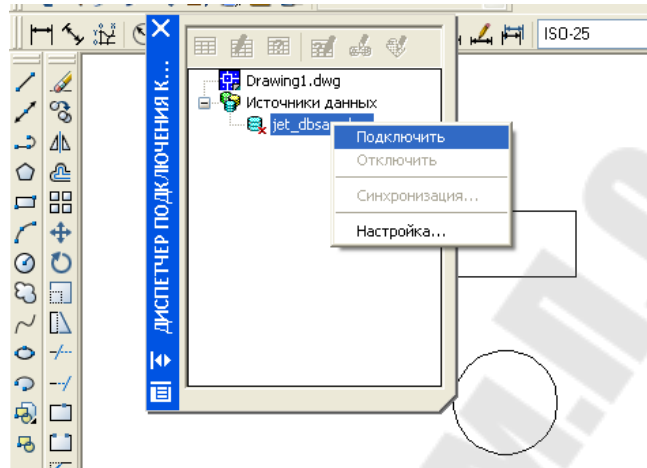
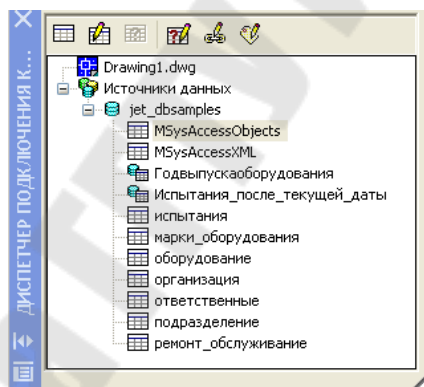

Рис. 12.6. – Подключение источника данных
Рис. 12.7. – Результат подключения БД
5. В диалоговом окне Диспетчер подключения к базе данных выделить *jet\_dbsamples* и вызвать контекстное меню, выбрав пункт Подключить (см рис. 12.6) в результате получится рис.12.7.